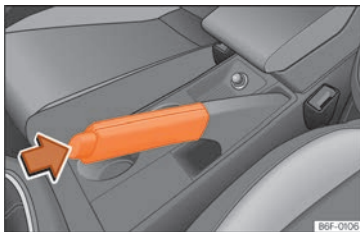

Abb. 119 Parkbremse zwischen den Vordersitzen.
- Ziehen Sie den Parkbremshebel nach oben >>> **(Abb. 119)**.
- Ziehen Sie den Hebel etwas nach oben, drücken Sie die Entriegelungstaste in Pfeilrichtung >>> **(Abb. 119)** und führen Sie den Parkbremshebel ganz nach unten >>> **△**.